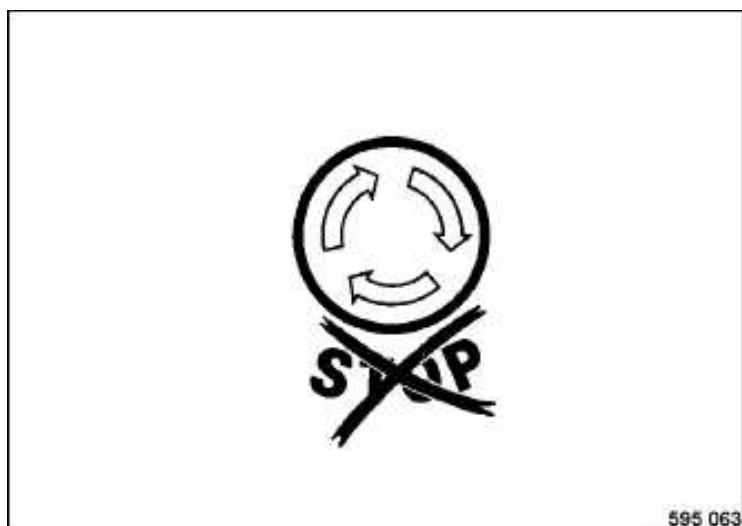

Fig. 39
- Comprobar si el conmutador de parada de emergencia (Fig. 39) está desbloqueado.